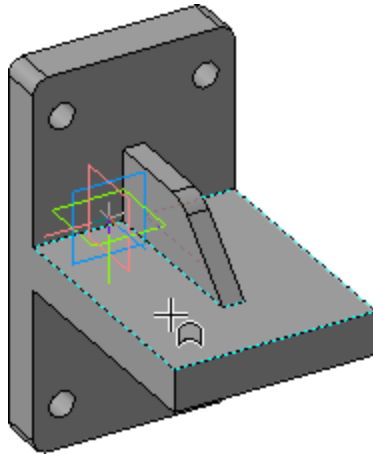

Рисунок 4.
- В окне модели укажите грань опорной площадки (рис.4).